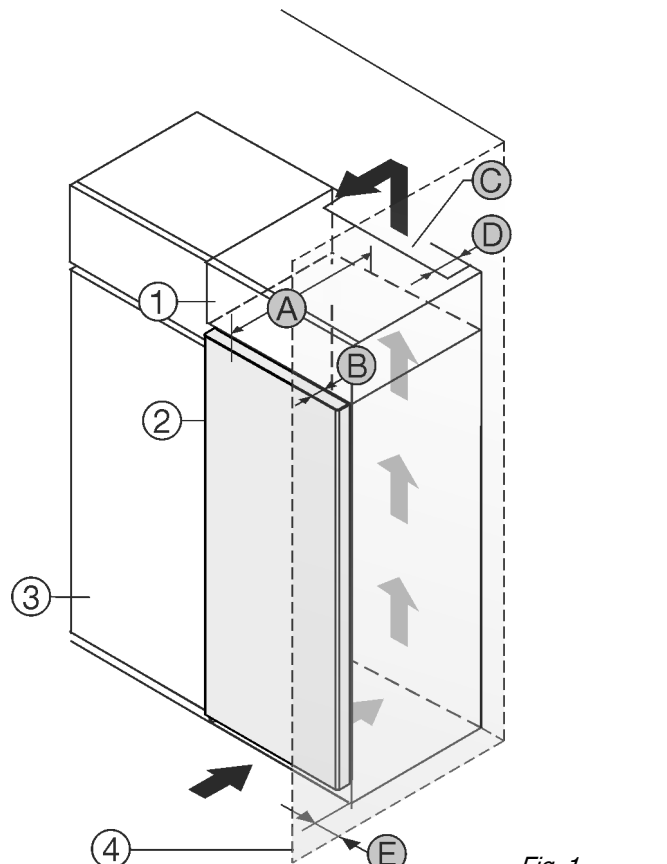

Fig. 1
Apparaat direct naast de keukenkast Fig. 1 (3) opstellen.\*
Aan de achterzijde van de opzetkast moet een luchtafvoerkanal met de diepte Fig. 1 (D) over de volledige breedte van de opzetkast aanwezig zijn.
Onder het plafond moet de ventilatie doorsnede Fig. 1 (C) worden aangehouden.
Als het apparaat met de scharnieren naast een wand Fig. 1 (4) wordt geplaatst, moet de afstand tussen het apparaat en de wand minimaal 40 mm bedragen. Dit komt overeen met de uitsteekmaat van de handgreep bij geopende deur.
Om de deuren volledig te kunnen openen, moet het apparaat overeenkomstig de diepte deur Fig. 1 (B) t.o.v. het keukenkast-front uitsteken. Afhankelijk van de diepte van de keukenkasten Fig. 1 (3) en het gebruik van de wandafstandhouders kan het apparaat verder uitsteken.\*